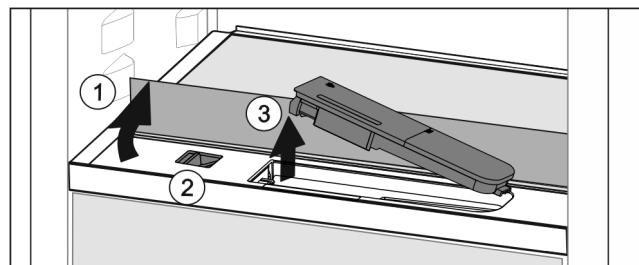

Fig. 134
- Stekleno ploščo dvignite in jo sklopite nazaj do omejevalnika Fig. 134 (1).
- Drsnik Fig. 134 (2) potisnite v levo.
- Odstranite rezervoar za vodo Fig. 134 (3).